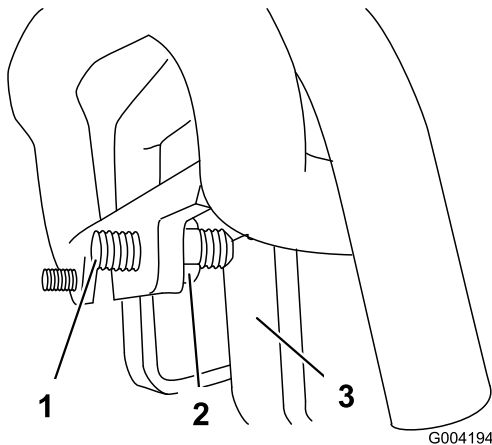

Bild 59
3. Falls die Zugmaschine nach **links** zieht, lockern Sie die **rechte** Klemmmutter und stellen Sie die Spurweiten-Stellschrauben vorne am Fahrtrieb ein (**Bild 59**).
4. Falls die Zugmaschine nach **rechts** zieht, lockern Sie die **linke** Klemmmutter und stellen Sie die Spurweiten-Stellschrauben vorne am Fahrtrieb ein (**Bild 59**).